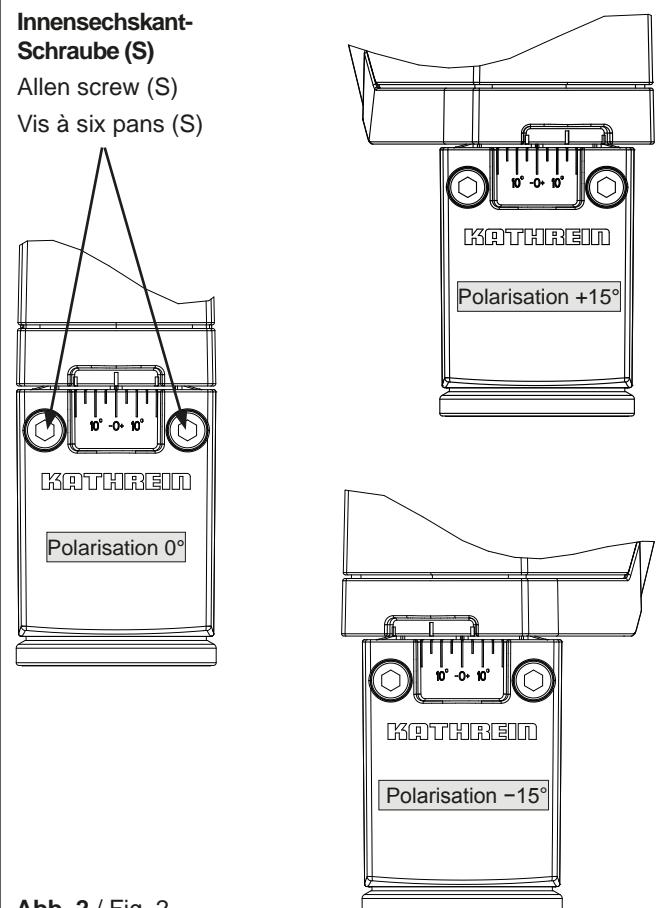

Abb. 2 / Fig. 2
Polarisations-Voreinstellung (Abb. 2)
1. Beide Innensechskant-Schrauben (S) lockern.
2. Durch Drehen des Speisesystems die Referenzmarke auf den Wert lt. Polarisations-Voreinstellungs-Tabelle einstellen (siehe Abb. 2).
3. Die Innensechskant-Schrauben (S) gleichmäßig im Wechsel festziehen. Anzugsdrehmoment: Max. 4,5 Nm.
Setting the polarisation (Fig. 2)
1. Loosen both Allen screws (S).
2. Turn the feed system to set the reference mark to the value given in the polarisation pre-setting table. (see fig. 2)
3. Tighten the Allen screws (S) evenly, alternating between both. Torque: max. 4.5 Nm.
Ajustage de la polarisation (Fig. 2)
1. Desserrer les deux vis à six pans creux (S).
2. Tourner le système d'alimentation pour régler le repère de référence sur la valeur indiquée dans le tableau de préréglage de la polarisation (voir la fig. 2)
3. Serrer les vis à six pans creux (S) de manière homogène en alternance. Couple de serrage : maxi. 4,5 Nm.